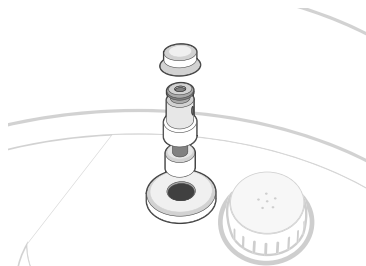

Figura 10.3
- b. Retire la tapa de silicona de la válvula de flotador. La válvula de flotador puede caerse inesperadamente sin la tapa de silicona, así que retírela con cuidado. **[Figura 10.3]**